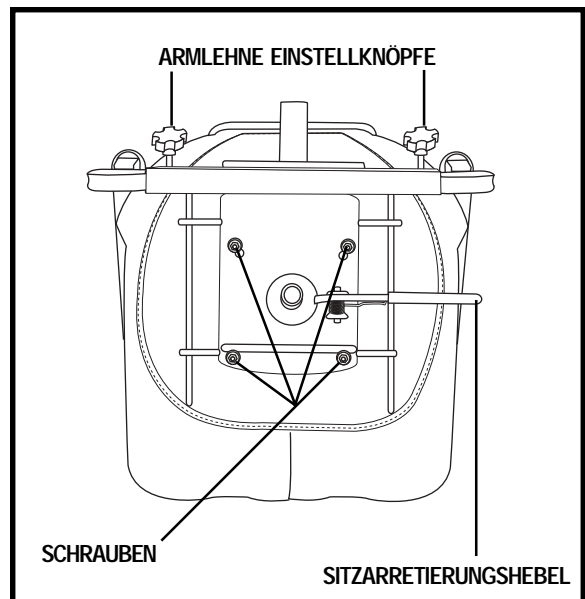

Abb. 11. Sitzeinstellungen
1. Ziehen Sie den Sitzarretierungshebel nach oben, um den Sitz zu entriegeln. Siehe Abb. 11.
1. Einstellknöpfe hinten am Sitzrahmen lösen. Siehe Abb. 11.
Der Sitz kann in einer von drei möglichen Höhen eingestellt werden. Siehe Abb.11.